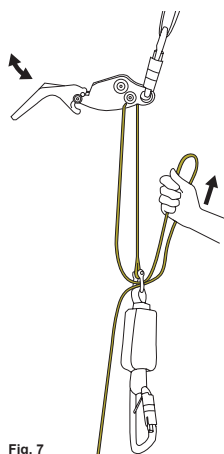

Fig. 7
- La vitesse de la descente est réglée en posant une main sur la poignée et l'autre main, qui tient la corde, en-dessous de l'appareil. Commencez en positionnant la corde dans un angle qui soit en dehors de la fente. Lorsque l'appareil de descente est renversé, la descente commence lorsque vous poussez la poignée vers le haut, fig.7, et s'arrête en poussant la poignée vers le bas ou lorsque vous la relâchez. Augmentez ou diminuez la friction en déplaçant la corde dans la section étroite de l'ouverture ou en l'éloignant comme indiqué sur les fig.3:B. Il est important de toujours garder une main sur la corde en-dessous de l'appareil pour avoir un meilleur contrôle de la descente.